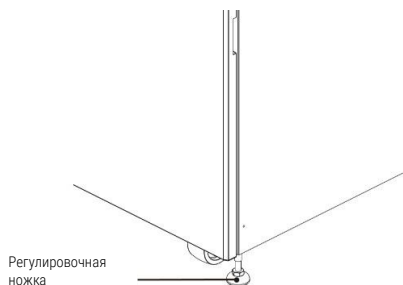

Рисунок 2-5
- Чтобы зафиксировать шкаф в нужном положении, просто поверните регулировочные ножки по часовой стрелке. См. рисунок 2-5.